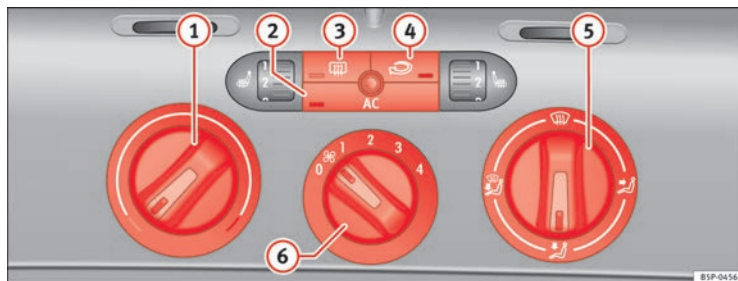

Abb. 127 In der Instrumententafel: Bedienelemente der Climatic
- Mit den Reglern ⇒ Abb. 127 ① und ⑤ und mit dem Schalter ⑥ stellen Sie die Temperatur, die Luftverteilung und die Gebläsestufe ein.
- Drücken Sie die jeweilige Taste ②, ③ oder ④, um eine Funktion ein- oder auszuschalten. Bei einer eingeschalteten Funktion leuchtet das Fenster unten an der Taste auf.
① Temperaturregler ⇒ Seite 163.
② Taste **AC** – Kühlanlage ein-/ausschalten ⇒ Seite 163
③ Taste – Heckscheibenbeheizung. Etwa 20 Minuten nach dem Einschalten wird die Beheizung automatisch ausgeschaltet. Sie lässt sich vorzeitig durch Drücken der Taste ausschalten.
④ Taste – Umluftbetrieb ⇒ Seite 165
⑤ Luftverteilungsregler ⇒ Seite 163.
⑥ Gebläseschalter. Der Luftstrom ist in vier Stufen einstellbar. Das Gebläse sollte immer bei langsamer Fahrgeschwindigkeit in niedriger Stufe mitlaufen. ▶
- Schalten Sie die Klimaanlage mit der Taste \Rightarrow Seite 162, Abb. 127  ein.